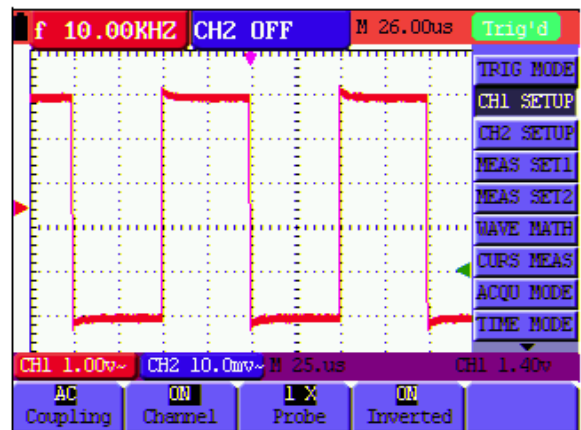

Рисунок 18. Обращение осциллограммы
3. Нажмите кнопку **F4**, чтобы установить значение ON для опции «Inverted». На экране отобразится обращенная осциллограмма. (см. рисунок 18)